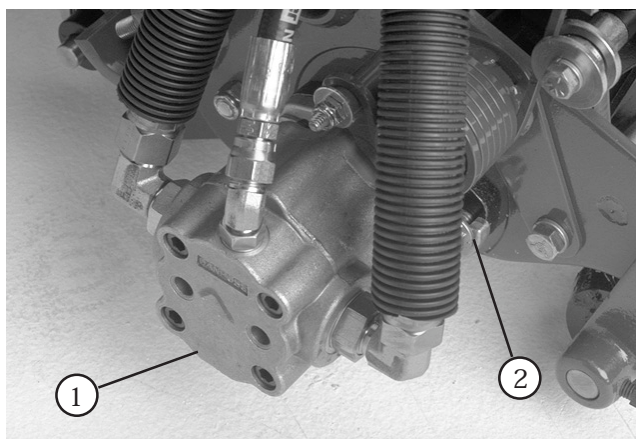

図9
7. リールモータを固定するための取り付けナットを各Cuttingユニットに装着する(図9)。ねじ山が12mm程度突き出るようにする。